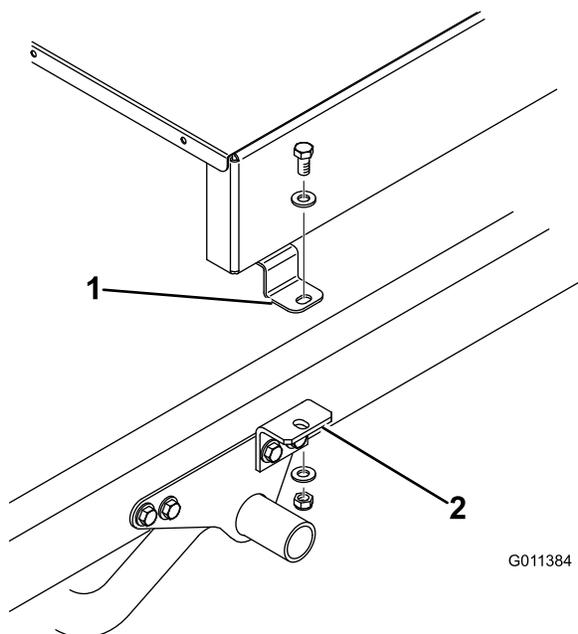

Figura 10
8. Fixe sem apertar a parte superior de cada suporte do acessório (Figura 10) ou montagem